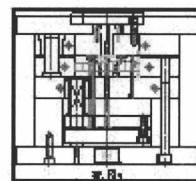
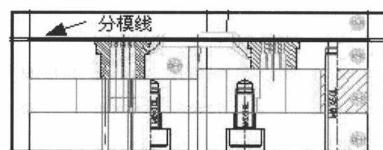
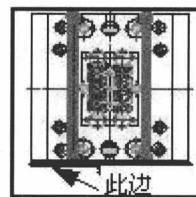

图 1.4
图 1.5
图 1.6
① 输入以下 CAD 命令：M→回车→选取“视图 4”所有对象（如图 1.4 所示）→回车→选取“分模线”上任意一点（如图 1.5 所示）→再在（视图 1）最底边找到垂足（如图 1.6 所示）。
② 再进行以下操作：【修改】/【三维操作】/【三维旋转】→在命令行输入命令“P”→回车→回车→依“从左到右”在“视图 1”最底边（如图 1.6 所示）选取 2 点→在命令行输入参照角度“90”→回车。